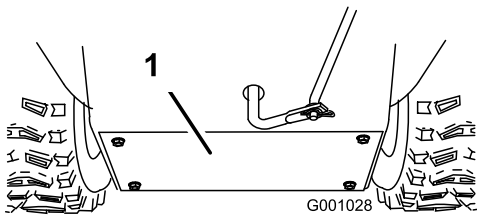

Figura 35
- Togliete il carter posteriore (Figura 35).